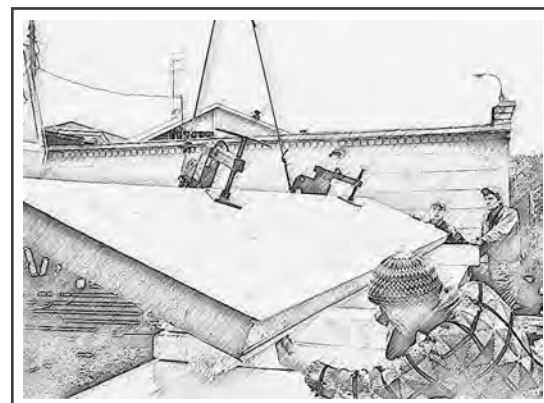

Рис. 5
- 4.2. Положить панель на прокладки из полистирола, дерева, пенопласта (рис. 5). Можно прямо на той же пачке.